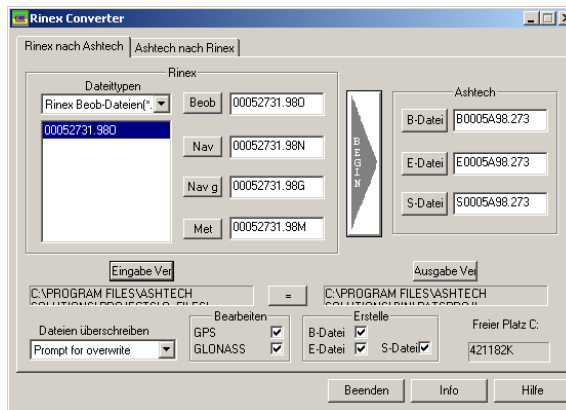

Abbildung B.3. Dialogfeld "Rinex nach Ashtech" mit Vorschlägen für Ausgabedateinamen
3. Das Dialogfeld **Eingabeverzeichnis konfigurieren** wird geschlossen. Die Liste **Eingabeverzeichnis** führt den Verzeichnispfad auf und die Liste **Verfügbare Dateien** führt alle RINEX-Dateien im Ausgangsverzeichnis auf (Abbildung B.3).